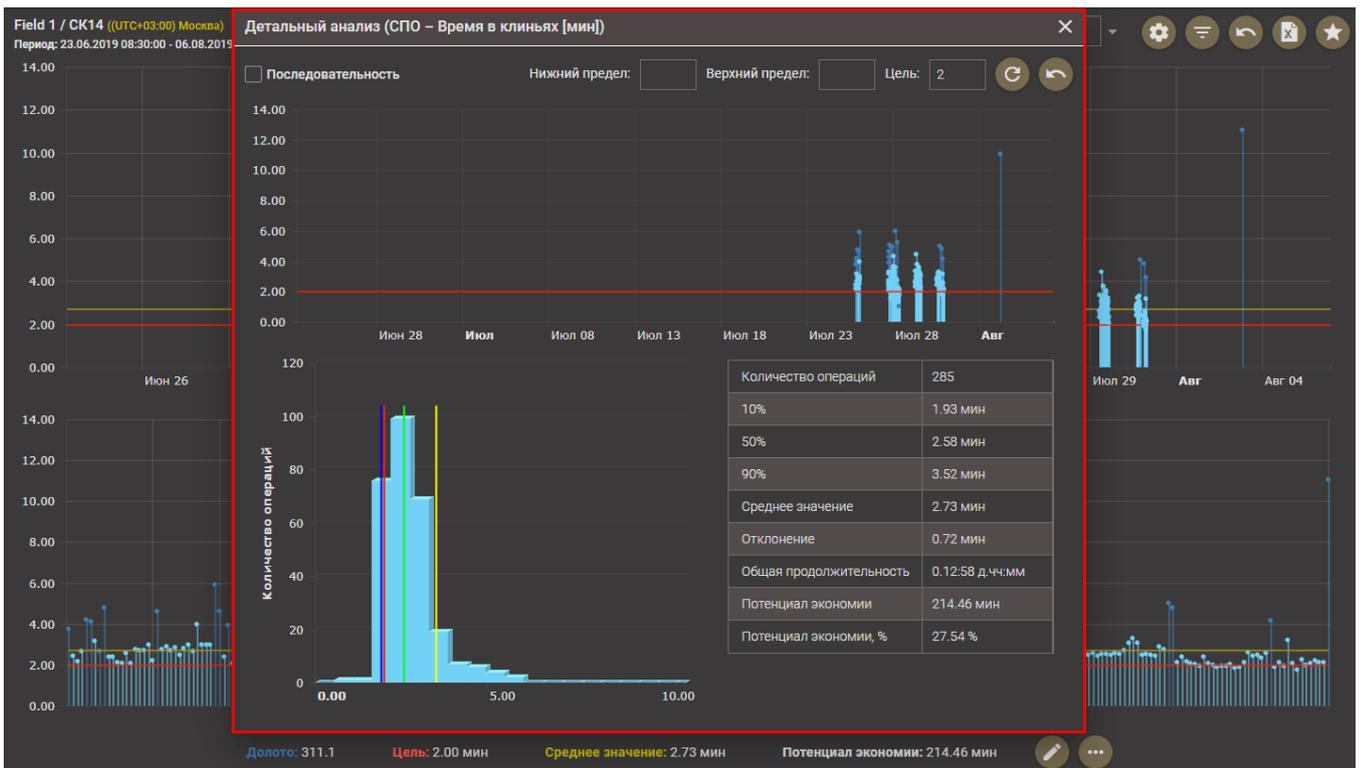

Рис. 2.49
3) В области отображения по нажатию на кнопку  открывается окно ДETAЛЬНЫЙ АНАЛИЗ (рис. 2.49).